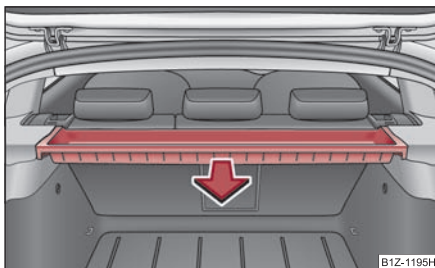

Fig. 136 Demontarea
- Prindeți carcasa cu ambele mâini și trageți în sensul săgeții ⇒ pagina 106, fig. 136.